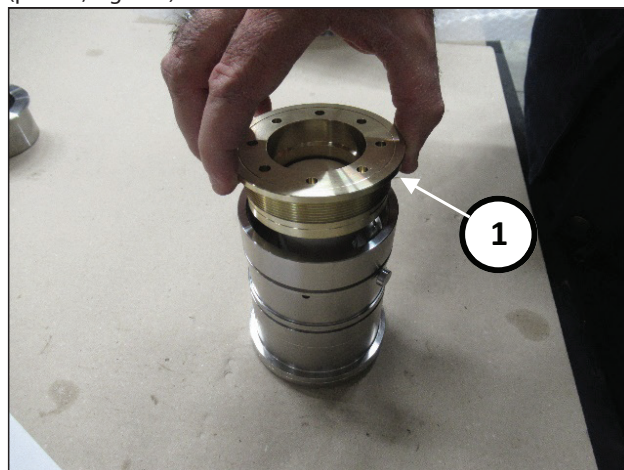
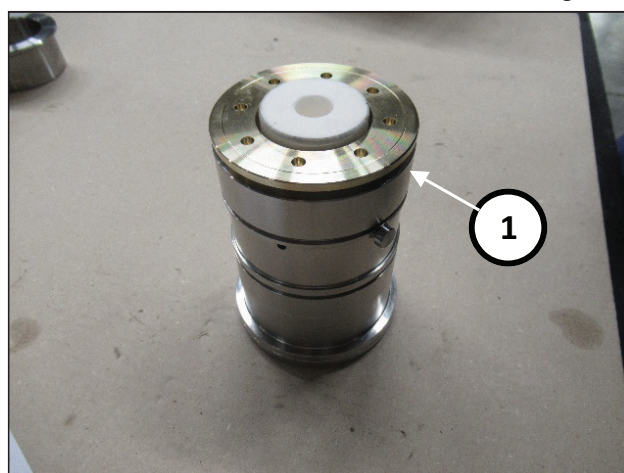

Fig. 186
Fig. 187
Extraer el tampón interno y la anilla externa de la herramienta cód. 27945400 y enroscar el soporte de la junta con la junta de baja presión y la junta tórica (pos. ①, Fig. 186) hasta el tope (pos. ①, Fig. 187)